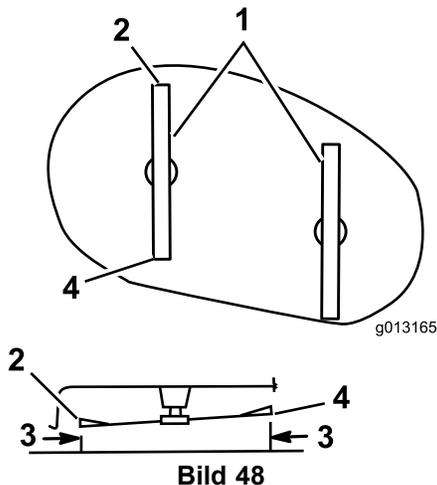

Bild 48
Drehen Sie die Schnittmesser vorsichtig von vorne nach hinten (Bild 48).
7. Messen Sie den Abstand zwischen der vorderen Spitze des linken Messers und der flachen Oberfläche (Bild 48).